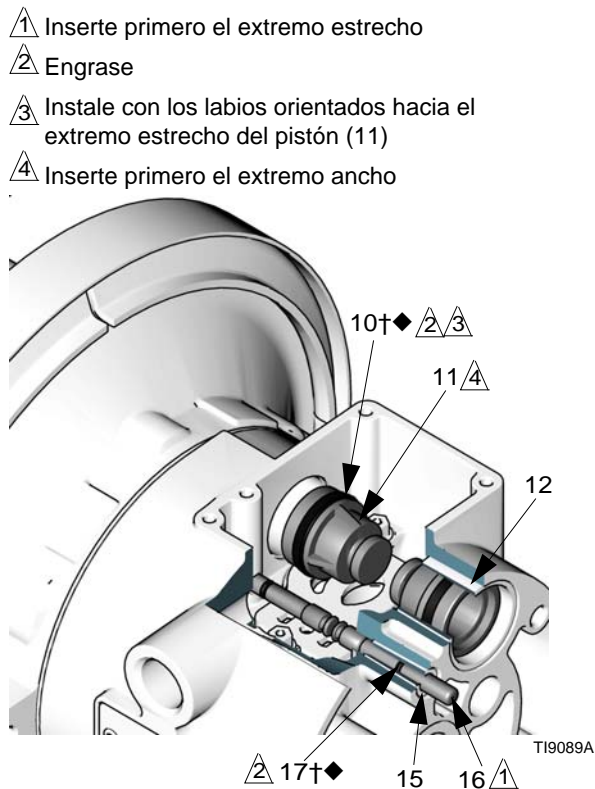

FIG. 7
4. Extraiga los cuatro pistones de accionamiento (11) de los cojinetes (12). Retire las empaquetaduras de copa en U (10) de los pistones. Extraiga los pasadores piloto (16) de los cojinetes (15). Retire las juntas tóricas (17) de los pasadores piloto. Consulte la FIG. 7.
6. Inspeccione los cojinetes (12, 15) sin extraerlos. Consulte la FIG. 7. Los cojinetes tienen forma ahusada y, si se encuentran dañados, deben extraerse desde el exterior. Esto requiere desmontar la sección en contacto con el fluido. Consulte la página 24.
4. Instale una junta tórica (17†◆) en cada pasador piloto (16). Engrase los pasadores y las juntas tóricas. Inserte los pasadores en los cojinetes (15), con el extremo **estrecho** primero. Consulte la FIG. 7.
5. Instale una empaquetadura en forma de copa en U (10†◆) en cada pistón de accionamiento (11), con los labios de las empaquetaduras orientadas hacia el extremo **estrecho** de los pistones. Consulte la FIG. 7.
6. Lubrique las empaquetaduras en forma de copa en U (10†◆) y los pistones de accionamiento (11). Inserte los pistones de accionamiento en los cojinetes (12), con el extremo **ancho** primero. Deje expuesto el extremo estrecho de los pistones. Consulte la FIG. 7.